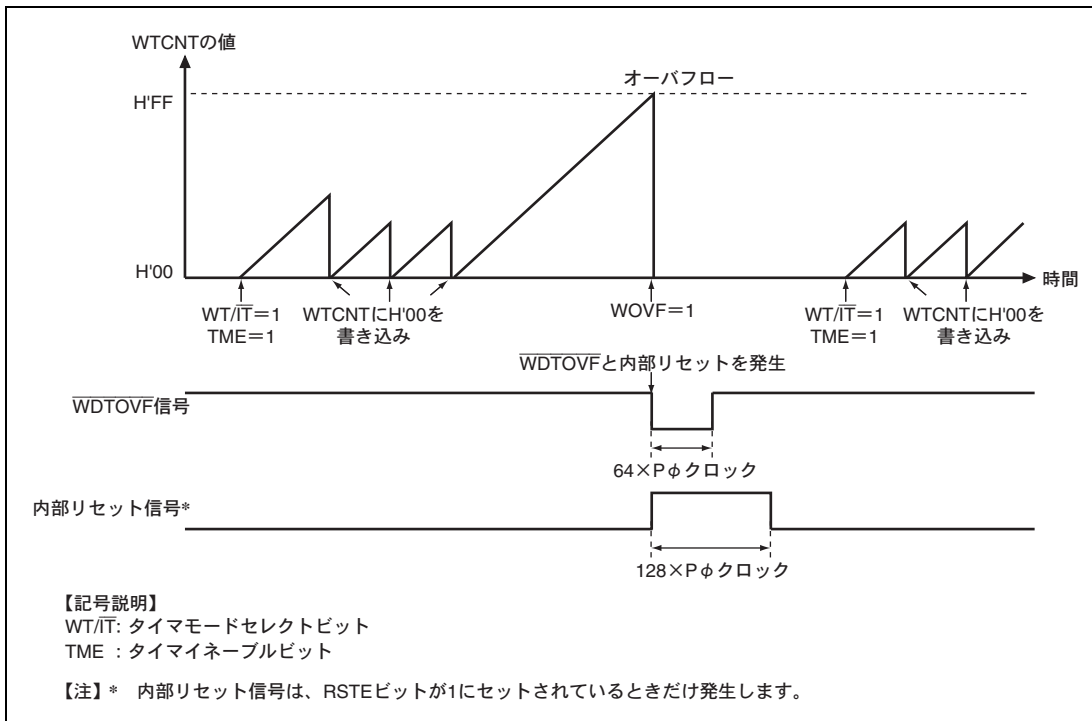

図 15.4 ウォッチドッグタイマモード時の動作
4. カウンタがオーバーフローすると、WDTはWRCSRのWOVFを1にセットして、 $\overline{\text{WDTOVF}}$ 信号が外部に出力されます。これを図15.4に示します。この $\overline{\text{WDTOVF}}$ 信号を用いて、システムをリセットすることができます。 $\overline{\text{WDTOVF}}$ 信号は、 $64 \times P$ φクロックの間出力されます。